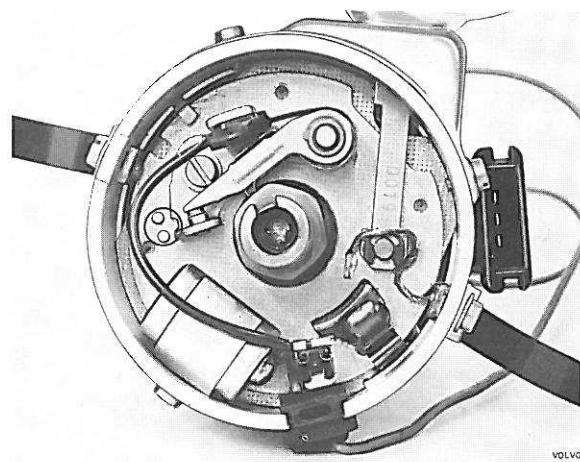

Fig. 3-55. Evidement pour réglage de contacts de rupteur
2. Le réglage s'effectue en desserrant un peu la vis pour les contacts de rupteur, puis en introduisant un tournevis dans les évidements, fig. 3-55. Ensuite, tourner jusqu'à ce que l'angle de contact soit correct. Ensuite, bloquer à fond la vis pour les contacts de rupteur.